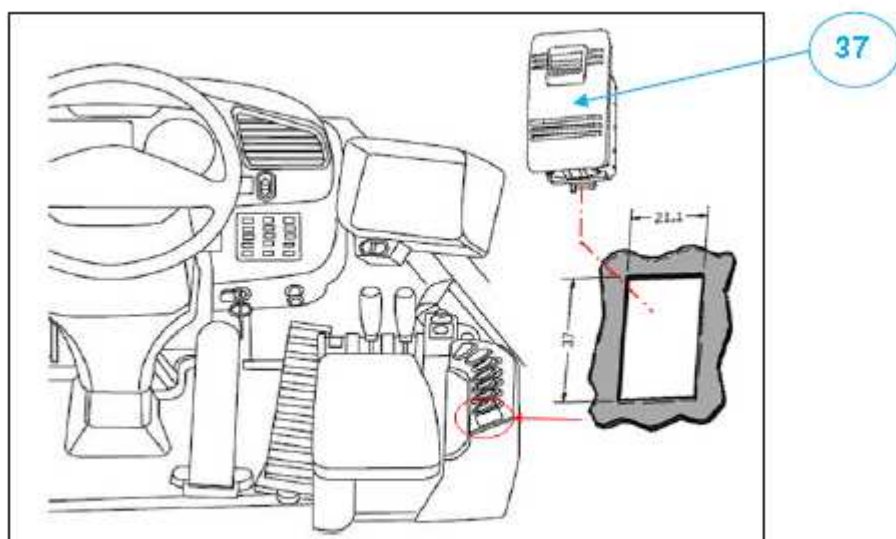

Fig. 15
- 6.1. Localiser emplacement pour placer le commutateur sur le couvercle de la console boîte à droite et en suite couper un trou rectangulaire dans celle-ci, voir Fig. 15 et installer le commutateur.